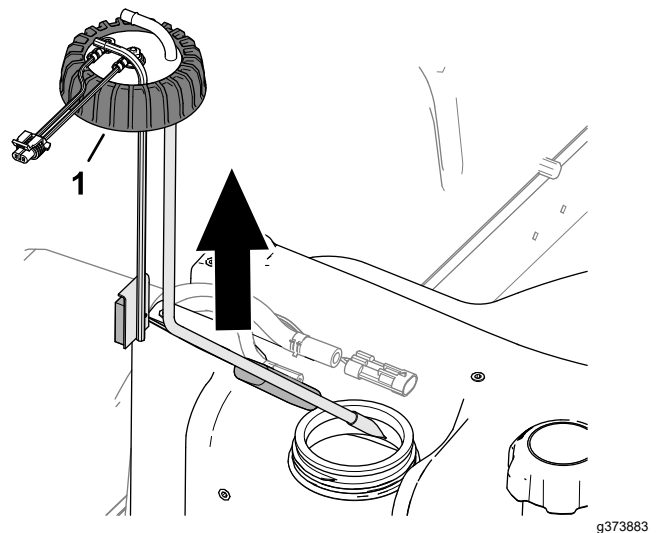

Bild 121
5. Lösen Sie den Deckel des Kraftstoff-Füllstandsensors (**Bild 121**).